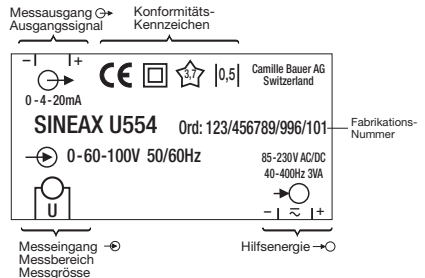

Bild 5. Erklärungen zum Typenschildbeispiel.
- ... dass die Daten, die zur Lösung der Messaufgabe erforderlich sind, mit denen auf dem Typenschild des SINEAX U 554 übereinstimmen (→ Messeingang, ← Messausgang und → Hilfsenergie, siehe Bild 5)!